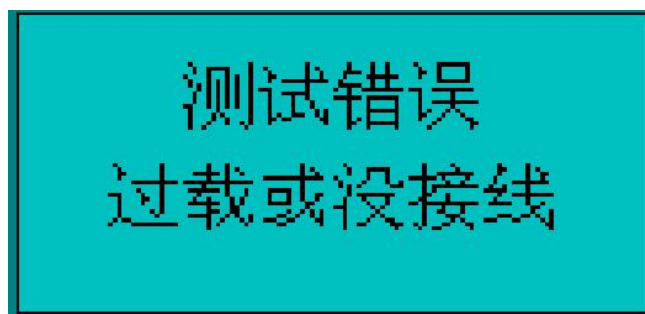

图 10
3、报错：如果测试过程当中出现试品没有接好或者短路过载等原因，仪器会进入自动保护状态，停止测试并提示测试错误。（如图 10）